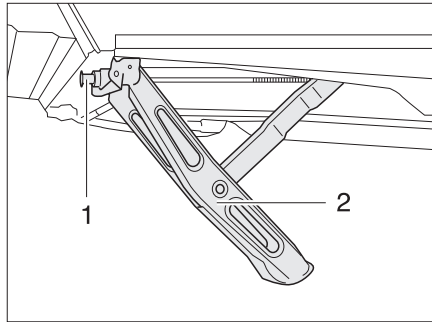

Bild 15 Kurbelstütze heruntergeklappt
- Die serienmäßig beigelegte Handkurbel auf den Sechskant (Bild 15,1) der Kurbelstütze (Bild 15,2) stecken.